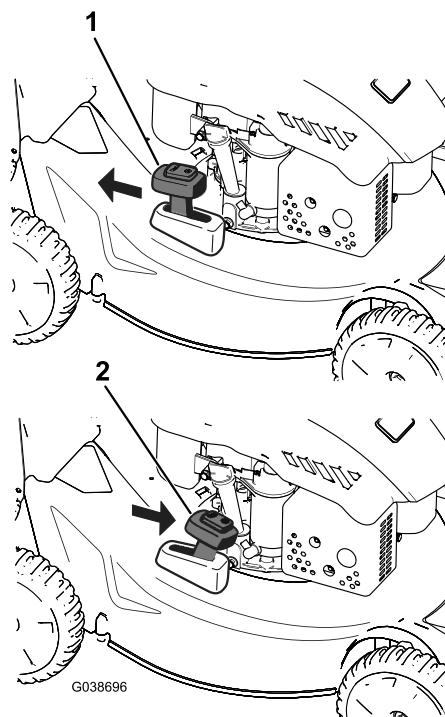

Bild 21
Schieben Sie den Hebel für den Recycler/Grasfangkorb für das Recycling des Schnittguts auf die Stellung **Recycling** (Bild 21).
3. Stellen Sie den Hebel für den zuschaltbaren Grasfangkorb in die Stellung Fangkorb, wie in Bild 21 dargestellt.
Hinweis: Nehmen Sie ggf. den Fangkorb von der Maschine ab, bevor Sie das Schnittgut hinten auswerfen, siehe Entfernen des Fangkorbs \(Seite 14\). Der Hebel für den zuschaltbaren Grasfangkorb sollte in der Stellung **Fangkorb** sein, wie in Bild 21 dargestellt.